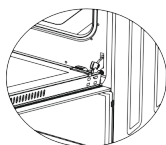

Figura 2.2
3. Proceda à operação de desbloqueio levantando os ganchos com a ajuda de uma chave de fendas (figura 2.2).